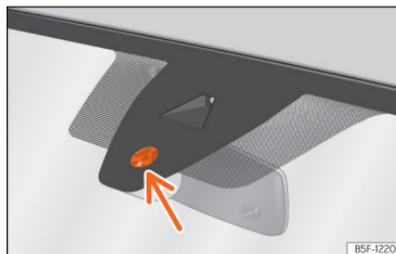

Fig. 88 Superfície sensível do sensor de chuva.
As possíveis causas de anomalias e interpretações erróneas na zona da superfície sensível »» Fig. 88 do sensor de chuva são, entre outras:
- **Sujidade:** o pó seco, a cera, o revestimento dos vidros (efeito lótus) ou os restos de detergente (lavagem automática) podem diminuir a eficácia do sensor de chuva ou fazer com que reaja mais tarde, mais lentamente ou que não funcione. Limpe regularmente a superfície sensível do sensor de chuva »» Fig. 88 (seta) e verifique possíveis danos nas escovas.